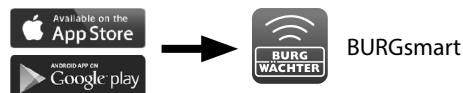

Fig. 1
- 1 Pour pouvoir configurer votre nouveau système de verrouillage, vous devez commencer par télécharger l'application *BURGsmart*. Vous la trouverez dans l'iOS App Store ou le Google Play Store (Fig. 1).